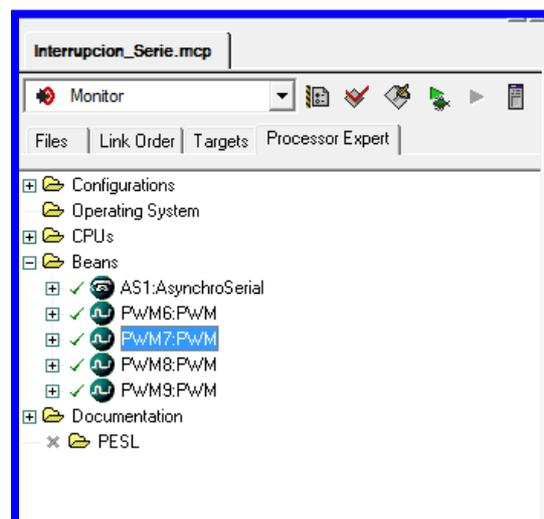

Figura 4.130 Bean habilitados para el control de servo motores.
9.- Funciones habilitadas para realizar el control del servo robot. En la siguiente Figura 4.130 muestra los Bean de la Comunicación Serial y PWM.